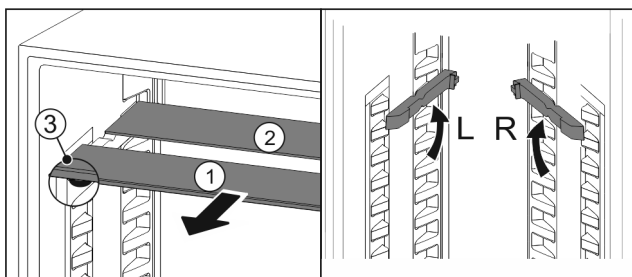

Fig. 174
- Tërhiqni një nga një pllakat e xhamit nga përpara Fig. 174 (1).
- Pllaka e xhamit Fig. 174 (1) me kornizën ndodhet përpara.
- Ndaluesit Fig. 174 (3) janë të drejtuar për poshtë.